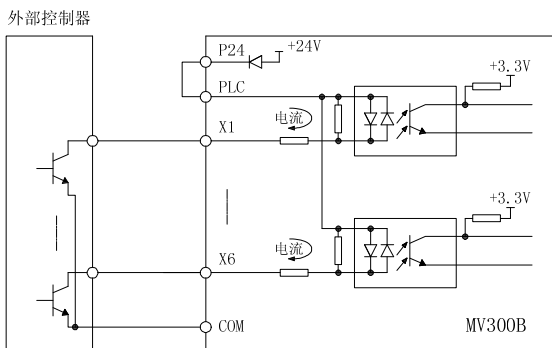

图3-14 使用变频器内部+24V 电源的源极连接方式
1) 使用变频器内部+24V 电源，外部控制器为 NPN 型的共发射极输出，连接方式如图 3-14 所示。